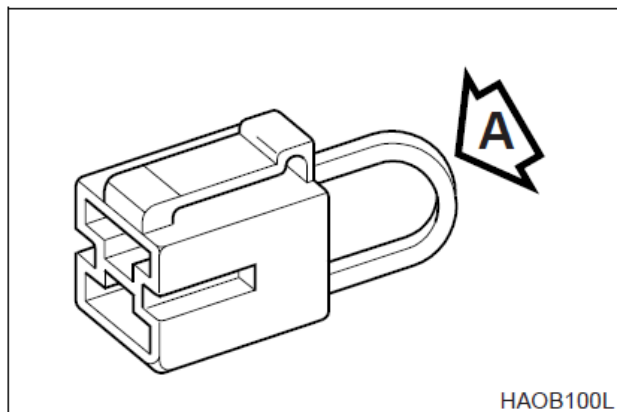

Рис. 98
Если двигатель не заводится, следует сначала убедиться, что стартер находится во включенном положении (ON) и в наличии питание (при отсутствии никакие индикаторы не горят). Убедиться, что часть А (рис.98) плавкого соединения не повреждена и не перегорела. Заменить плавкое соединение в случае повреждения и выяснить причину.